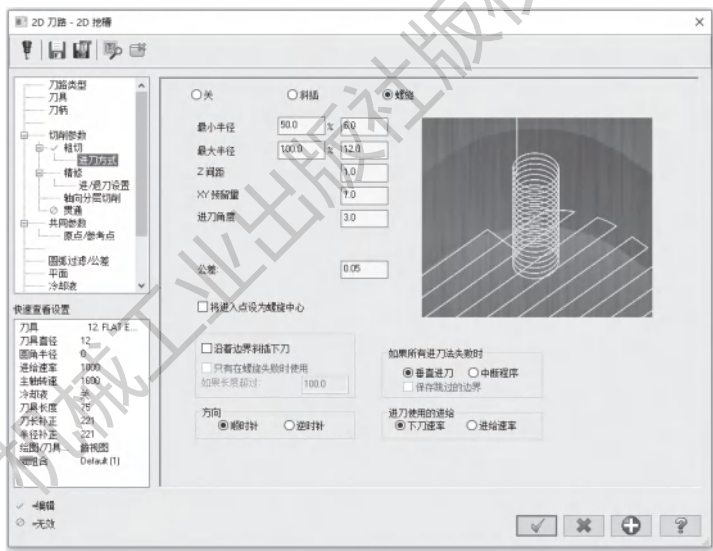

图 3-36 设置进刀方式
5) 打开【进刀方式】选项卡, 单击【螺旋】选项, 接受默认参数, 如图 3-36 所示。